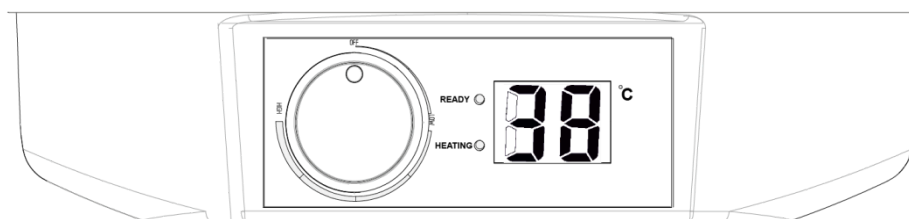

Рис. 3 Панель управления водонагревателем
7.1.5. Перед включением водонагревателя модель WE (Рис. 3,) необходимо повернуть ручку против часовой стрелке в положение «OFF», после подключите вилку к розетке, загорится индикаторная лампа «READY» в центральной части панели управления. После заполнения водой поверните ручку по часовой стрелке в положение «HIGH» индикаторная лампа «READY» должна погаснуть и вместо нее загорается индикаторная лампа «HEATING».
7.2.1. Температура устанавливается вращением ручки регулировки (Рис. 3, «TEMP») по часовой стрелке для увеличения температуры нагрева и против часовой стрелки для ее уменьшения.
7.2.2. Индикаторная лампа (Рис. 3, «HEATING») будет постоянно гореть во время фазы нагрева и погаснет после достижения заданной температуры. На дисплей отображается текущая температура нагреваемой воды. По завершению нагрева воды загорится индикаторная лампа «READY»